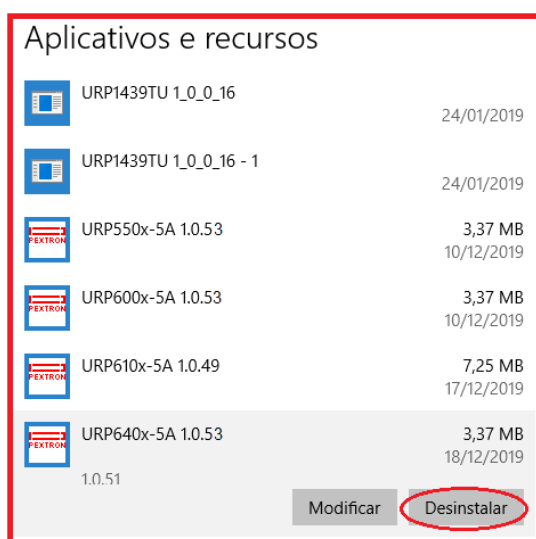

Figura 3.22: Programas instalados.
c) Selecionar o item que deseja desinstalar e ativar o botão Desinstalar/Alterar (figura 3.22).